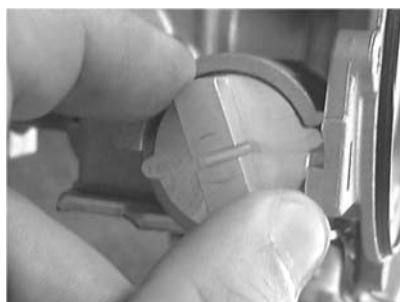

Fig. 12
8. Para acceder al compartimiento de la válvula de gas principal, girar la tapa de cierre en sentido contrario al de las agujas del reloj y tirar (Fig. 12).